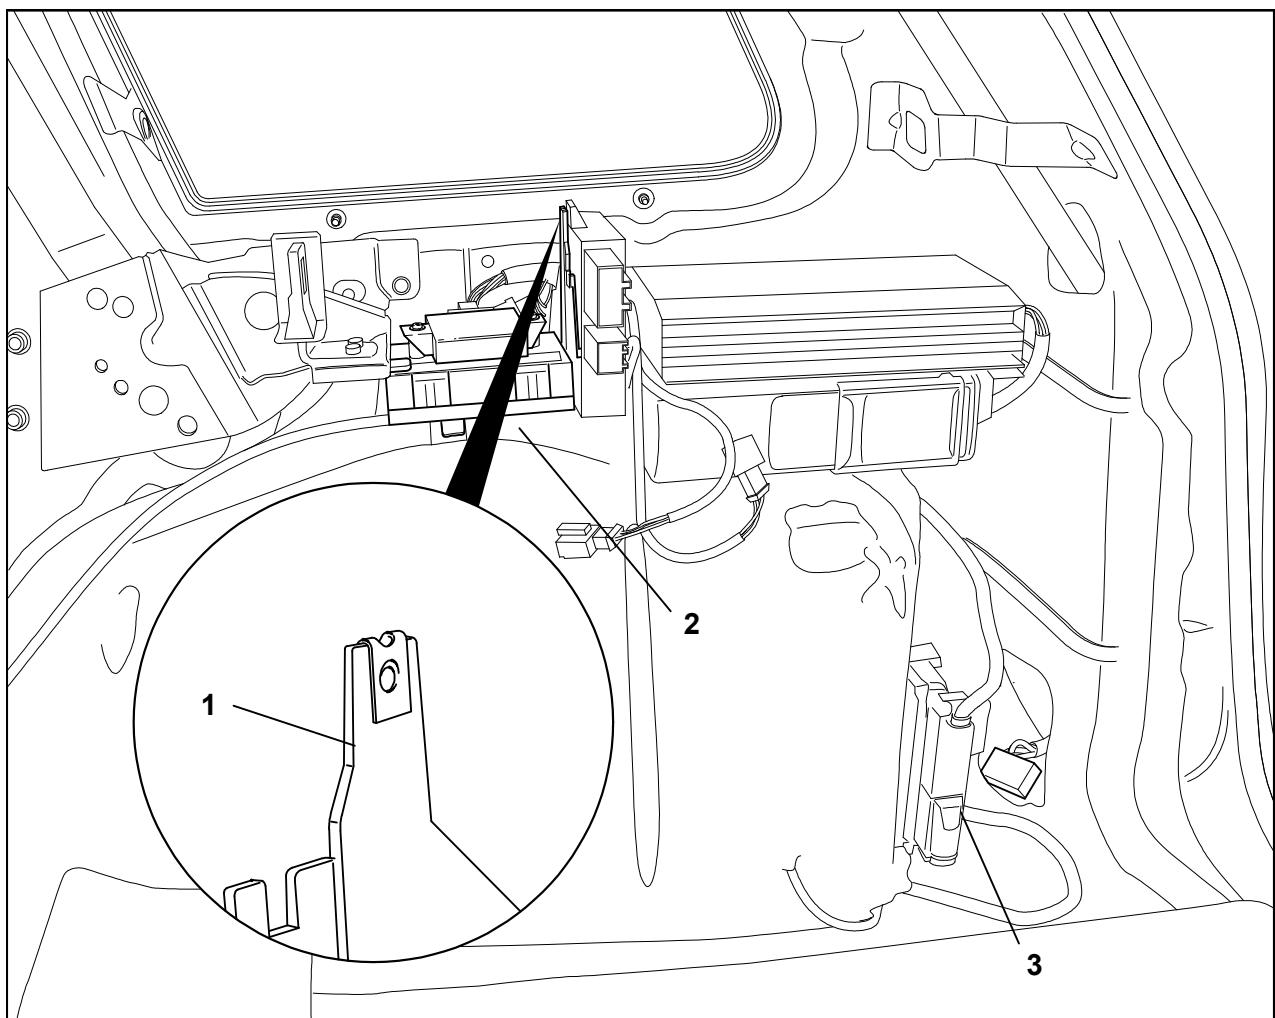

Fig. 3: Conectar el aparato de conexión del remolque
4. Tender el extremo del cable con el enchufe negro de 16 polos desde el exterior a través del pasacables hacia el portainstrumentos (fig. 3/1).
9. Fijar el aparato de conexión del remolque con la tuerca de trinquete y el tornillo hexagonal en la esquina derecha del maletero en el portainstrumentos (fig. 3/1).
12. Atornillar los cables marrones con las dos argollas anulares al punto de masa del vehículo trasero derecho en la zona del punto de acoplamiento (fig. 3/3).
13. Soltar los tornillos de fijación por la parte inferior del portainstrumentos para la unidad de control trasera del vehículo 7L0 959 933 A (fig. 3/2) y tirar hacia delante con cuidado del portainstrumentos.